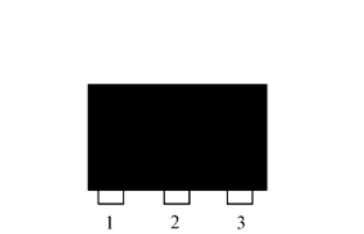

图 2-2-4 稳压二极管 SOT-89 封装
(2) 稳压二极管。贴片式稳压二极管的稳压值为 2~30V，其封装形式主要有两种：一种为 SOT-23 (0.5W)；另一种为 SOT-89 (1W) 封装，如图 2-2-4 所示。